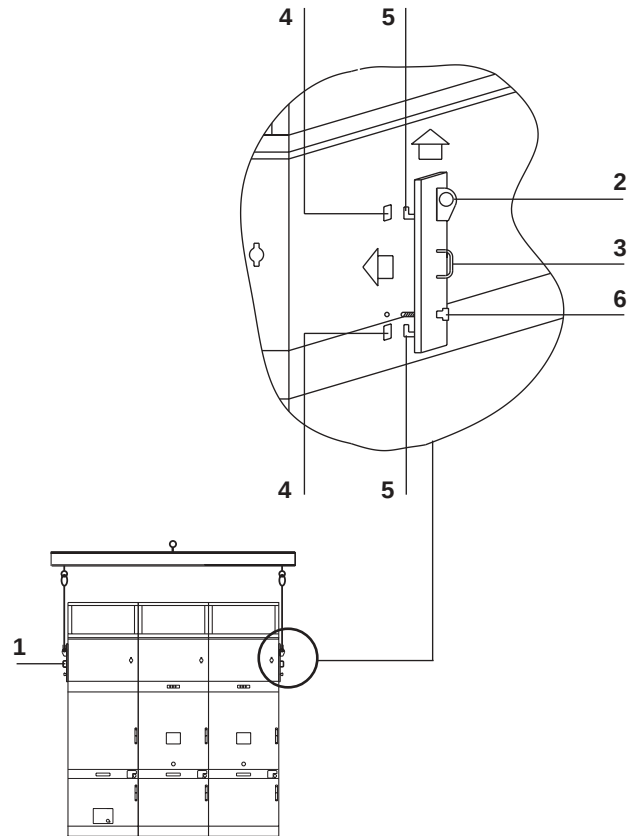

Fig. 6
Il sollevamento mediante la gru deve essere realizzato utilizzando le imbragature circolari (1) (fig. 6 - pagina successiva). Inserire le imbragature circolari come indicato in figura in corrispondenza del simbolo di sollevamento indicato sulla cassa.
Dopo avere disimballato i gruppi di unità sollevare mediante gru il quadro (fig. 6). Utilizzare gli appositi golfari (1) e le funi munite di moschettoni a norme di sicurezza, seguendo la seguente procedura:
- afferrare i golfari di sollevamento dalla maniglia (3);
- inserire i ferri di aggancio (5) nelle cave (4) ricavate sulle fiancate del quadro e contrassegnate da targhette autoadesive;
- spingere contro il quadro i golfari e farli scorrere verso l'alto sino a che i ferri di aggancio (5) urtino contro il limite superiore della cava (4);
- avvitare a fondo la vite di posizionamento (6);
The switchboard must be lifted by means of a crane and circular slings (1) (fig. 6 on the following page).
After unpacking, lift the cubicle groups by means of a crane (fig. 6). Use the eyebolts (1) and the ropes fitted with safety spring catches following this procedure:
- take hold of the lifting eyebolts by the handle (3);
- insert the hooking irons (5) in the slots (4) marked with self-adhesive labels on the switchboard side;
- push the lifting bolts against the switchboard and make them slide upwards until the hooking irons (5) touch the slot upper part (4);
- fully tighten the positioning screw (6);
Sollevare la sezione del quadro con il carro ponte, gru mobile o martinetti (fig. 6). Togliere il pianale in legno svitando le viti che lo fissano alla base della sezione di quadro. Interporre una robusta piastra di lamiera tra i rulli e la base delle unità e adagiare il quadro sui rulli di scorrimento.
Lift the switchboard section by means of a bridge or mobile crane or using jacks (fig. 6); remove the wooden pallet loosening the screws fixing it to the switchboard section base. Put a sturdy metal sheet between the rollers and the cubicle base and place the switchboard on the sliding rollers.